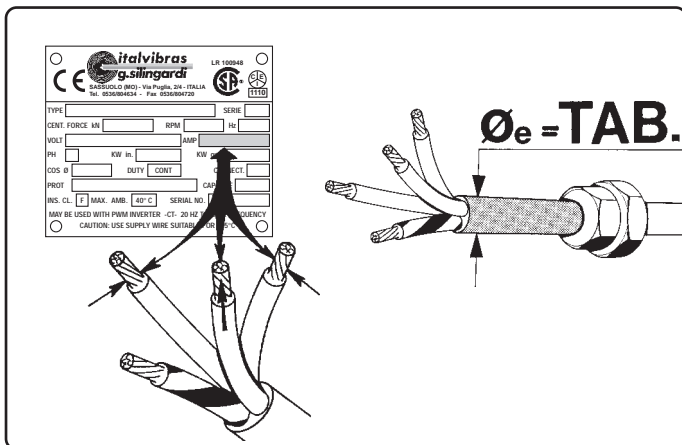

Fig. 9
3.2 COLLEGAMENTO ELETTRICO (Fig. 9)
3.2 ELECTRICAL CONNECTION (Fig. 9)
3.2 RACCORDEMENT ELECTRIQUE (Fig. 9)
3.2 ELEKTRISCHER ANSCHLUSS (Abb. 9)
3.2 CONEXION ELECTRICA (Fig. 9)